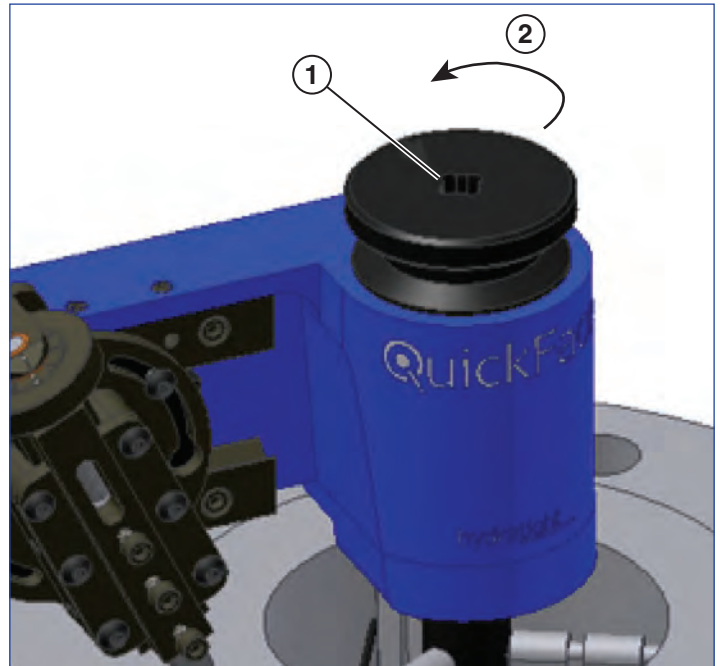

Figura 15
11. Se a superfície estiver de acordo com os resultados desejados, remova a máquina girando o botão de trava do mandril no sentido anti-horário (ver Figura 15). Caso haja necessidade de um novo corte na superfície, repita os passos 4 a 11 até completar.